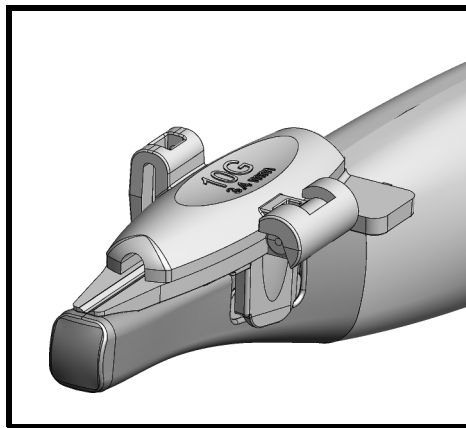

図 4. トランスデューサーに取り付けられた UA1346 (ここではトランスデューサーカバー無しで表示)。
- 7 図4 に、トランスデューサー上に取り付けたニードルガイドを示します。